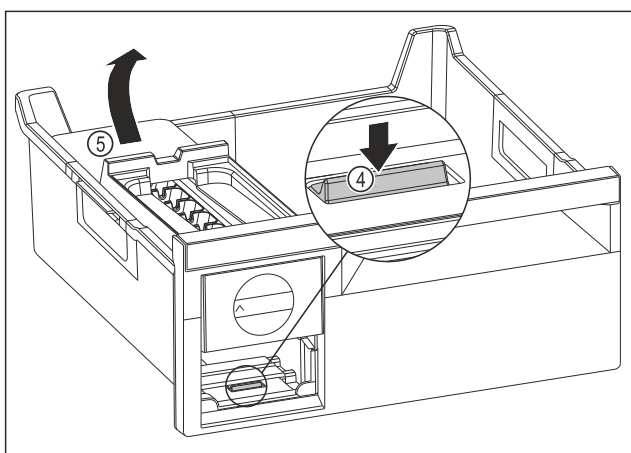

Fig. 183
- ▶ Odstranjevanje glavnega dela EasyTwist-Ice: Spono Fig. 183 (4) s prstom potisnite navzdol in hkrati z drugo roko glavni del EasyTwist-Ice Fig. 183 (5) od zadaj dvignite.